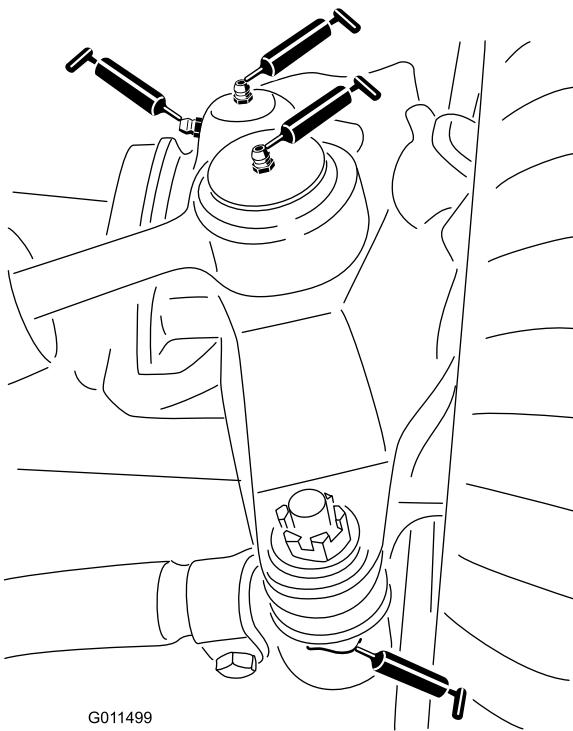

Figura 37
- Rótulas do cilindro de direção (2) (Figura 37)
- Rótulas esféricas da barra de ligação (2) (Figura 37)
- Buchas do pino principal (2) (Figura 37)